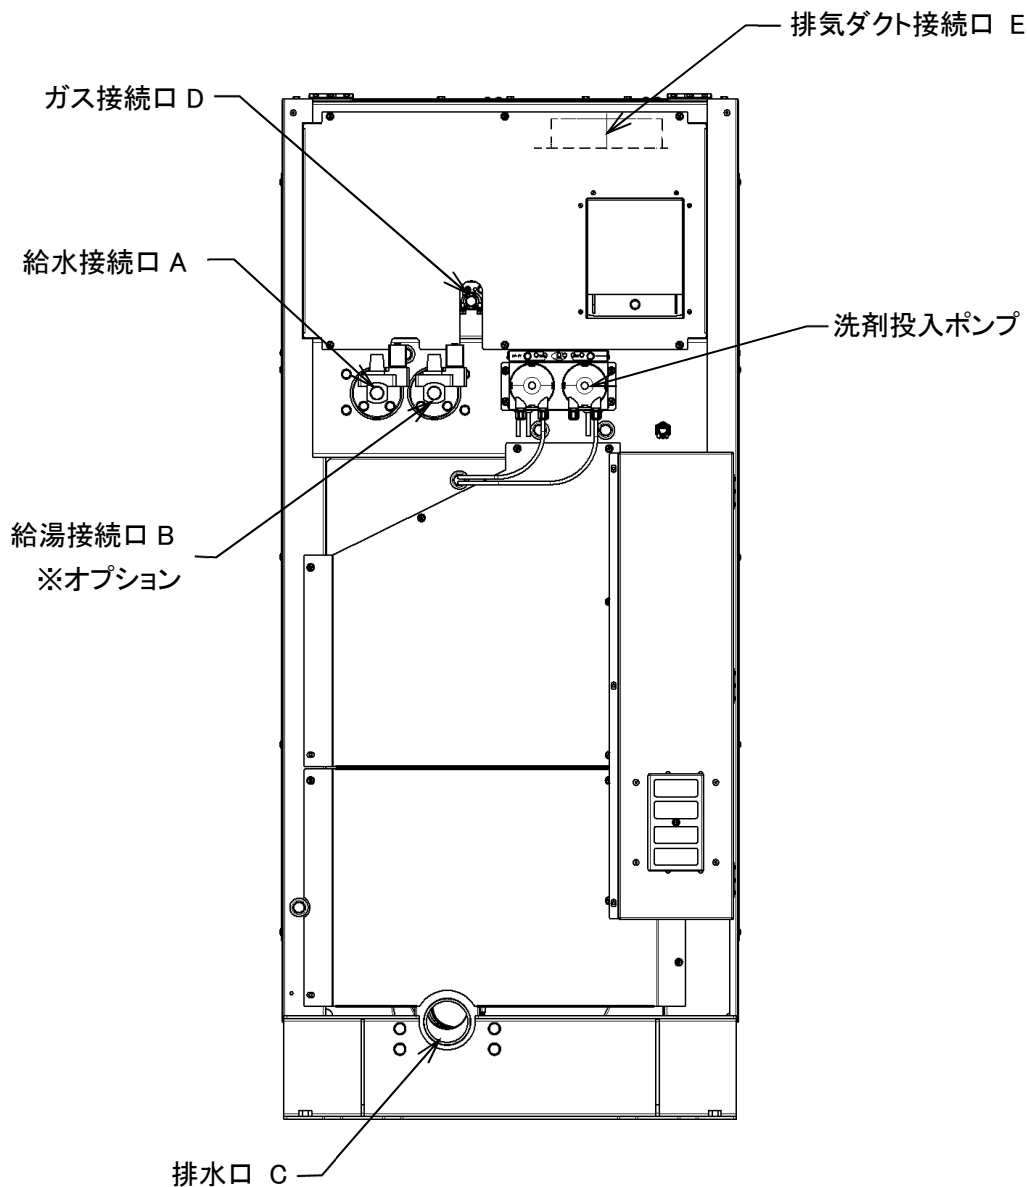

図 5-1
- ・ 排水口 C に配管を接続します。(図 5-1)
- ・ ガス配管接続口 D に配管を接続します。(図 5-1)
- ・ 機械は洗剤・助剤投入ポンプを標準装備しています。(図 5-1)
- ・ 排気ダクト接続口 E にダクトを接続します。外形は 196φ です。(図 5-1)